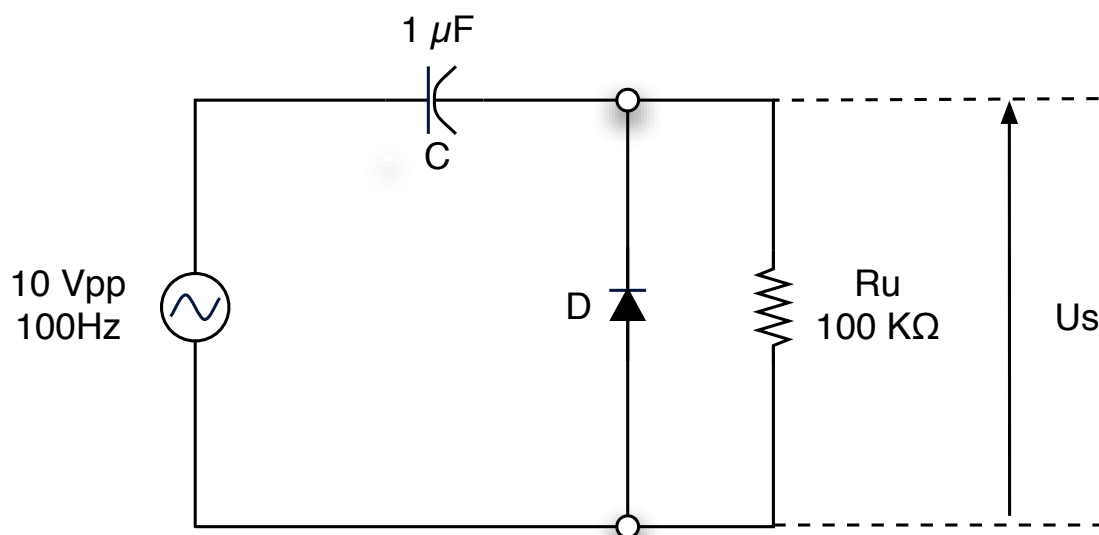

Fig. 25
- 1- Circuit de la figure 25 réalisé.
- 2- Lorsque l'on inverse les polarités de la diode D de la figure 25, la sortie sera alors restaurée négativement.